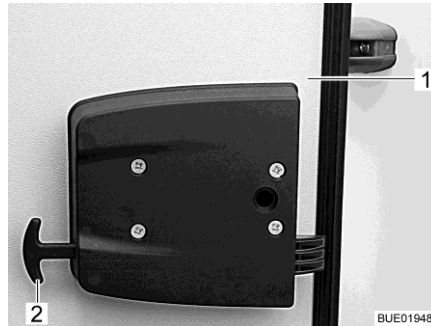

Fig. 77 Sbloccaggio di emergenza dello sportello del garage
- Tirare le due maniglie dello sbloccaggio di emergenza (Fig. 77,2).
- Spingere verso l'esterno lo sportello del garage (Fig. 77,1).